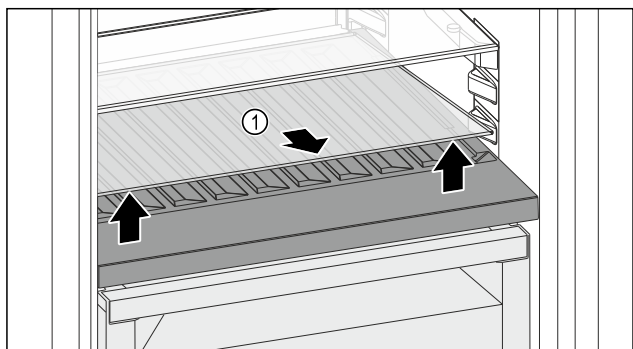

Fig. 110
- ▶ Приподнимите стеклянную пластину Fig. 110 (1) за выемку спереди и извлеките.
- ▶ Уложите стеклянную пластину Fig. 110 (1) на хранение вне устройства.